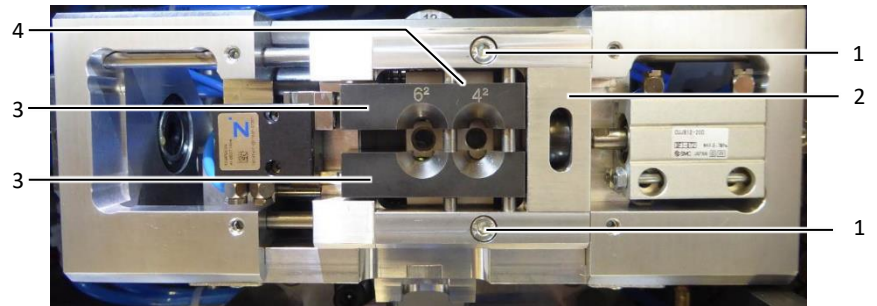
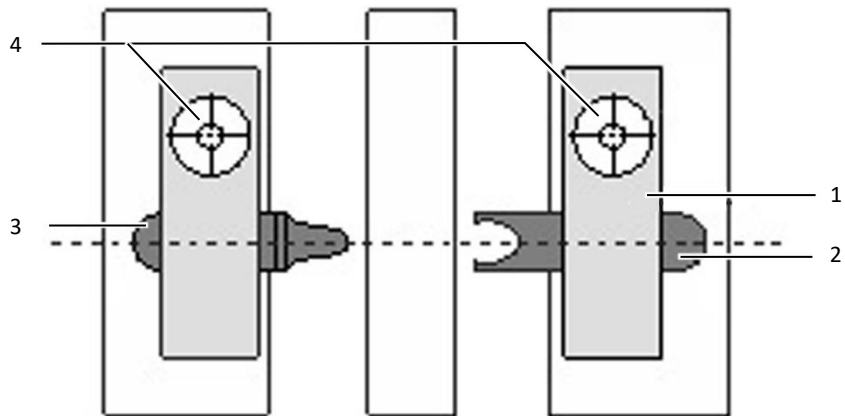

Fig. 6: Muffecentreringskæber
Fig. 9: Crimpværktøj
- Fastgørelsesskruerne (fig. 6, pos. 1) løsnes.
- Muffecentreringskæberne (fig. 6, pos. 3) tages af.
- Fastgørelsesskruerne (fig. 9, pos. 4) til de to holdeplader (fig. 9, pos. 1) løsnes. Her bevæges slæden (fig. 6, Pos. 2) til højre eller til venstre.
- Stempel og matrice (fig. 9, pos. 2 og 3) tages ud.